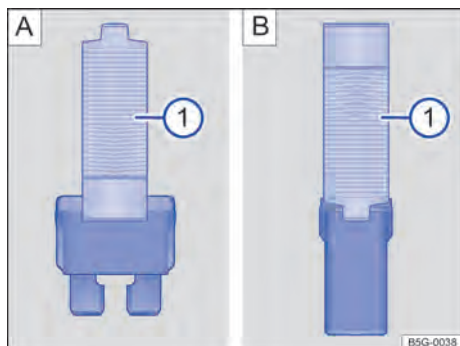

Fig. 224 Retirar ou colocar o fusível com a pinça de plástico: **A** fusível plano, **B** fusível de bloqueio.
- Conforme o modelo de fusível, colocar um grampo adequado da pinça de plástico pela lateral sobre o fusível → Fig. 224 **A**  ou → Fig. 224 **B** .